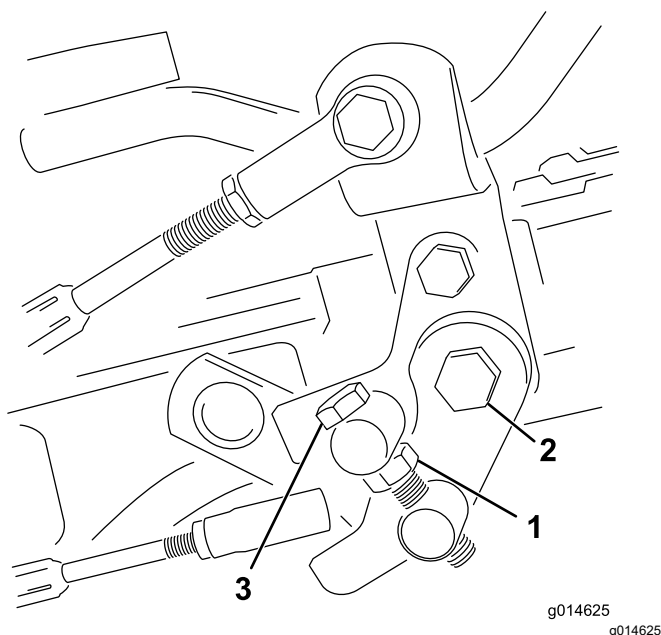

Figura 44
1. Liberte a porca de retenção do parafuso do eixo (Figura 44).
4. Aperte a porca de retenção no parafuso do eixo e a porca na articulação do pedal para bloquear o ajuste (Figura 44). Verifique o ajuste e ajuste se for necessário.